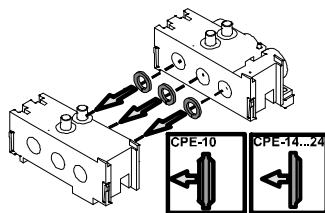

Fig. 5
1. Уложите по одному уплотнительному кольцу между тремя пневматическими каналами и сожмите панели подключения вместе (→ Fig. 5)